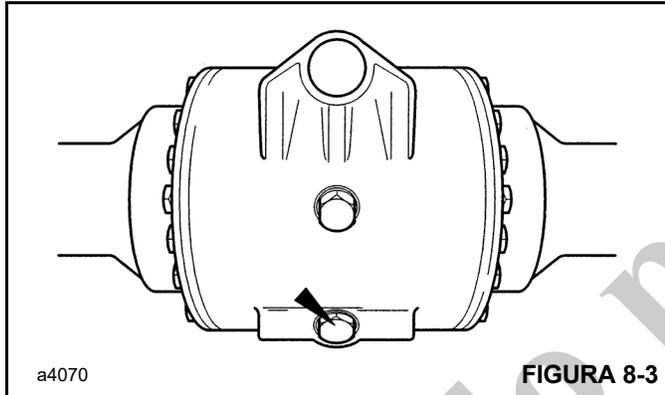

FIGURA 8-3
1. Retire el tapón de vaciado de aceite (Figura 8-3) de la caja del eje y vacíe el aceite.